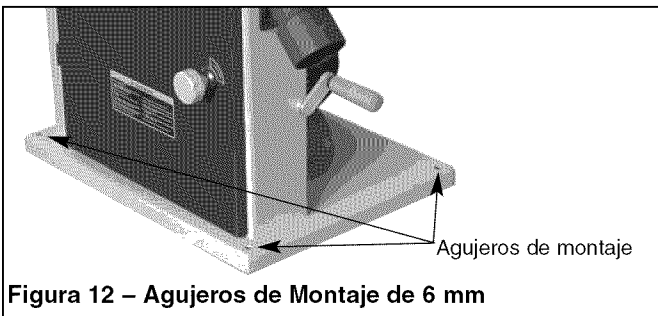

Figura 12 – Agujeros de Montaje de 6 mm
- Para garantizar una suficiente estabilidad vertical de la máquina, debe anclarse ésta con pernos en la plataforma (consulte la instrucción anterior sobre cómo colocar la máquina en la plataforma). Para este propósito, se incluyen agujeros de montaje de 6 mm en la base de la máquina (véase la Figura 12).